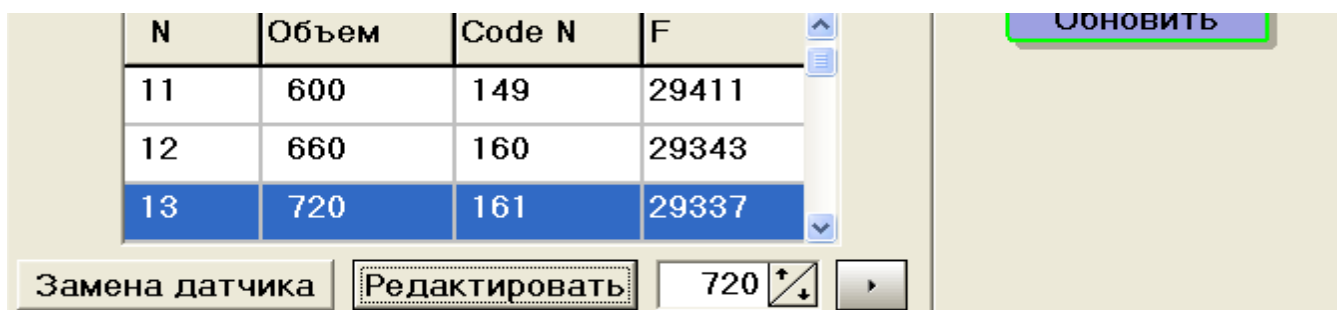

Рис. 14 Фрагмент окна «Тарировка» в режиме редактирования
3.5.7.1 Выделить указателем последнюю строку. Нажать кнопку «Редактировать». На экране ПЭВМ должно отобразиться окно процесса редактирования, показанное на рис. 14.